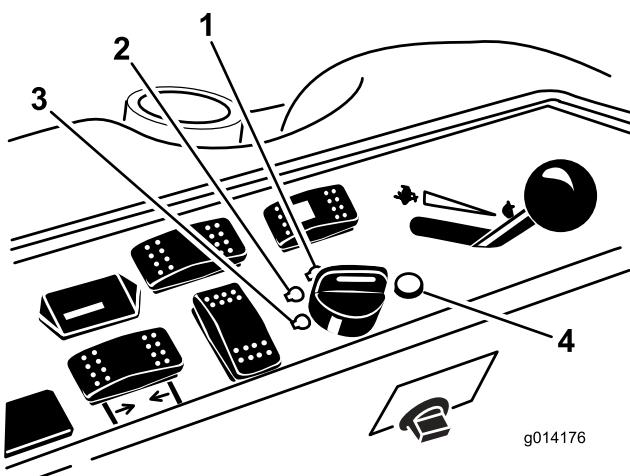

Figura 12
- Gire la llave de contacto a la posición Marcha (Figura 12).
3. Gire la llave de contacto a la posición de Desconectado (Figura 12). Espere a que se detengan todas las piezas en movimiento antes de abandonar el puesto del operador.